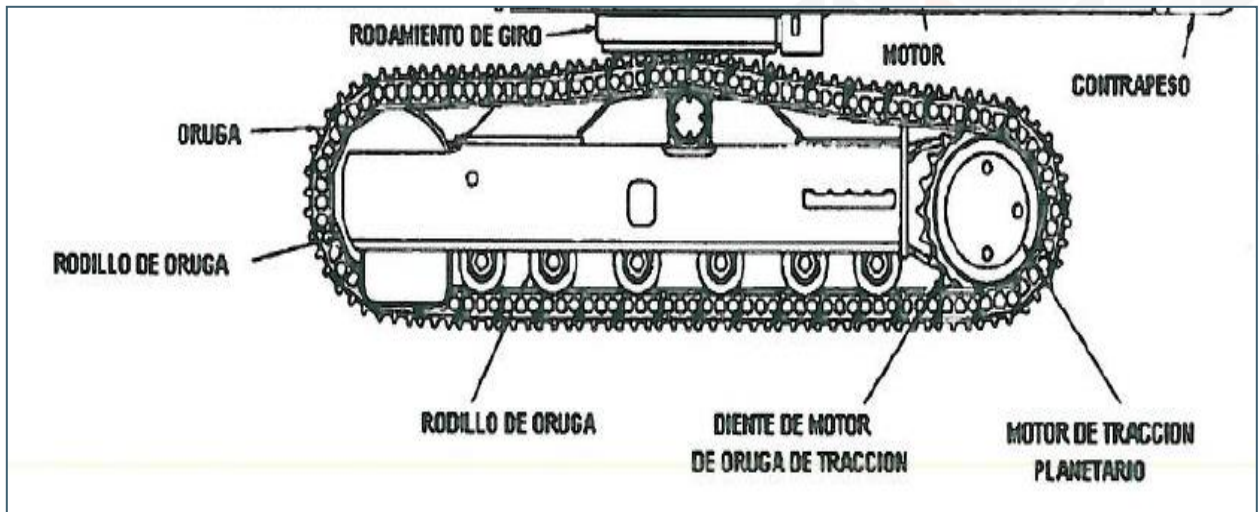

figura 2
- Puntos que deben, revisar o fijarse en sus sonidos cuando en el equipo se ejecuta prueba de movimientos básicos. (ver figura 2 y 3)